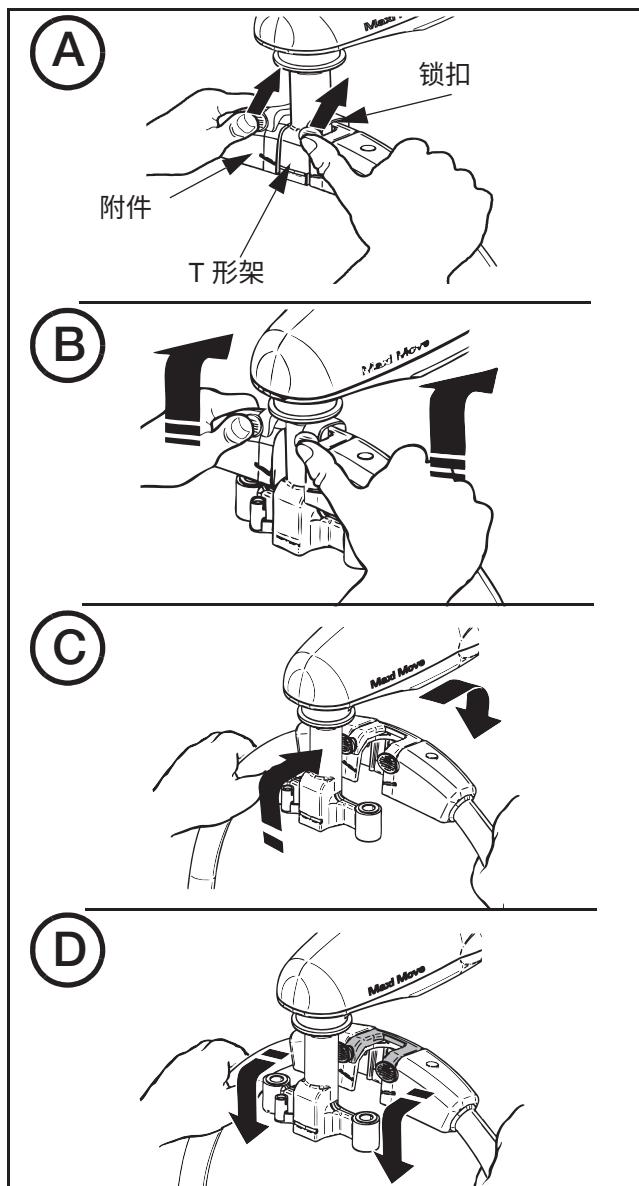

图 15
**安装附件：**选择所需附件（在小心握住期间，让锁扣指垫面朝您），使附件凹座嵌合到 T 形架主轴上（参见图 15D）。确保附件下落到 T 形架上并且锁扣完全锁定。（参见图 15）。